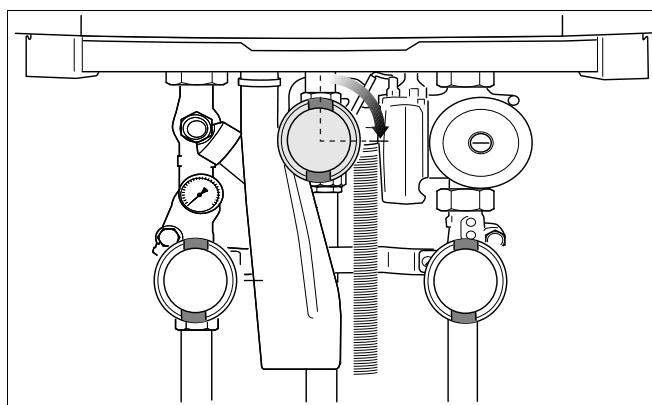

Рис. 78 Закрытие крана подачи газа
- Закрыть кран подачи газа (рис. 78).